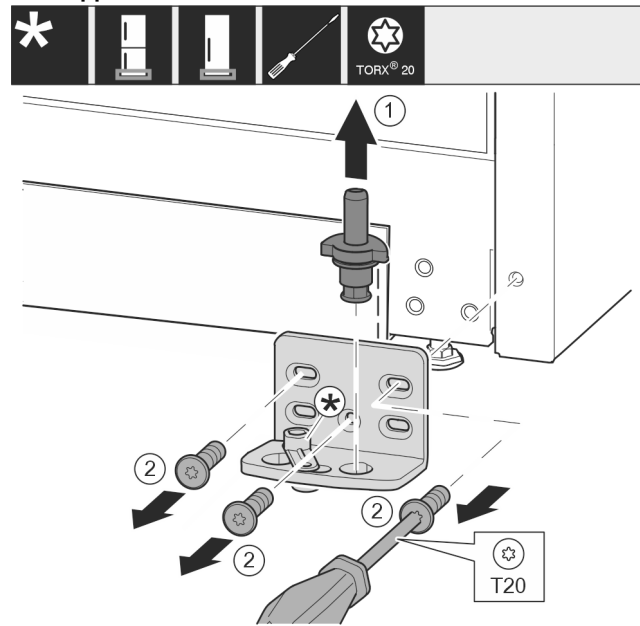

Fig. 12
- ▶ Træk hængselbolten helt opad og ud. Fig. 12 (1)
- ▶ Skru skruerne ud med skruetrækkeren T20, og tag hængselkonsollen af. Fig. 12 (2)